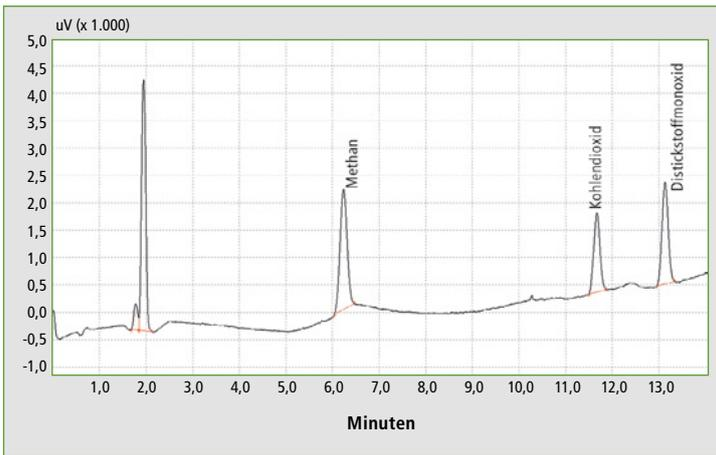

Abbildung 3: Chromatogramm des Standards, 500 ppb Methan, Kohlendioxid und Distickstoffmonoxid in Helium
Tabelle 1: Auswertung der Standardprobe aus Abbildung 3. Die Nachweisgrenzen (DL) sind auf ein Signal-Rausch-Verhältnis von 3,3 kalkuliert.
Für die Kalibration wurden ein Standard, 500 ppb Methan, Kohlendioxid und Distickstoffmonoxid in Helium verwendet (siehe Chromatogramm Abbildung 3). Ungeachtet der niedrigen Standardkonzentration konnte eine Reproduzierbarkeit der Messergebnisse bei einfacher Standardabweichung von 1,1 % für CH₄, 1,4 % für CO₂ und 1,1 % für N₂O ermittelt werden. Basierend auf einem Signal-Rausch-Verhältnis von 3,3 konnte für alle Komponenten eine Nachweisgrenze deutlich unterhalb 100 ppb berechnet werden (Tabelle 1).